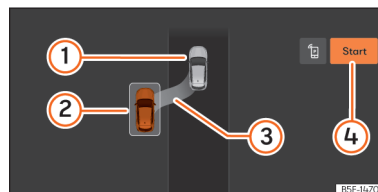
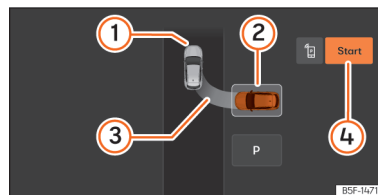

Fig. 156 Pe afișajul sistemului Infotainment: poziție de parcare paralelă.
Fig. 157 Pe afișajul sistemului Infotainment: poziție de parcare spațiu de parcare transversal.
① Autovehiculul dvs.
- ② Loc de parcare detectat
- ③ Indicație care prezintă manevra de parcare propusă
- ④ Începerea manevrei de parcare
- Consultați afișajul panoului de bord, pentru a vedea dacă a fost detectat un loc de parcare „corespunzător” și dacă a fost atinsă poziția corectă pentru parcare » » fig. 156, » » fig. 157. Locul este considerat „corespunzător” dacă afișajul panoului de bord afișează indicatorul de parcare ③.